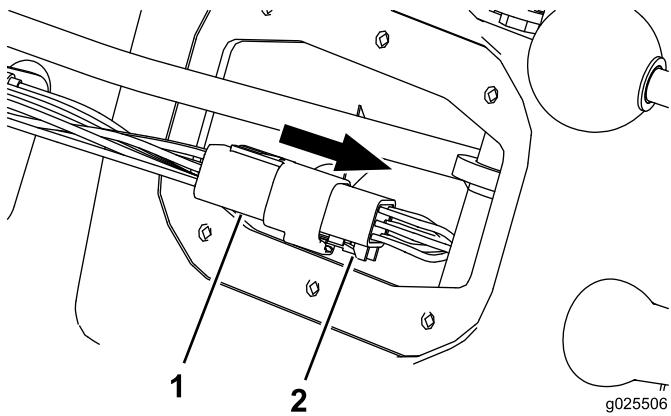

図 12
1. 車両用ハーネスからシフトインジケータ用のコネクタを外す図 12。